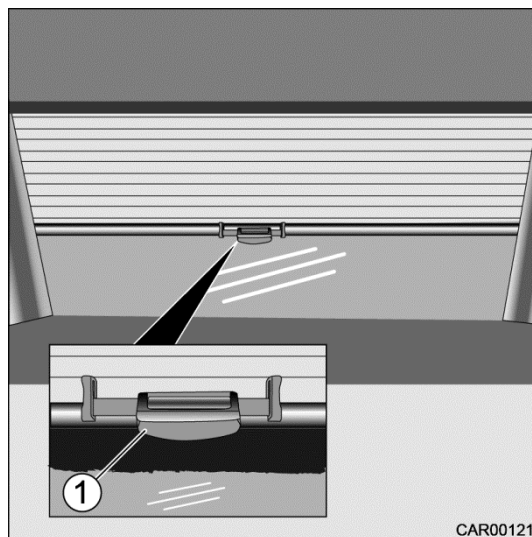

Fig. 83 Store occultant plissé de pare-brise
1. Débloquer le store occultant avec la poignée de déverrouillage (Fig. 83/1) et le tirer vers le bas.